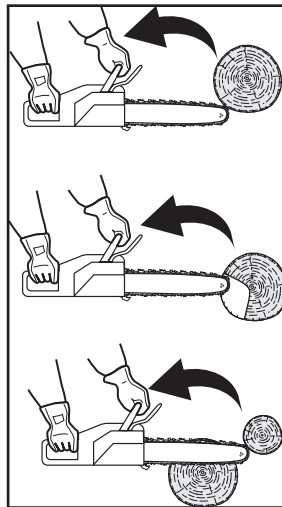

Fig. 23
Dans certains cas, le contact avec l'extrémité du guide-chaîne (9) peut provoquer une réaction inverse extrêmement rapide, faisant rebondir le guide-chaîne vers le haut et vers l'opérateur (Fig. 23)